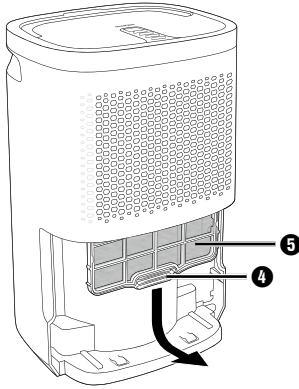

Fig. 4
- ◆ Retirez le cadre plastique **4**, avec le filtre à air **5** en place, des languettes de retenue et sortez-le par le bas de l'appareil (voir figure 4).